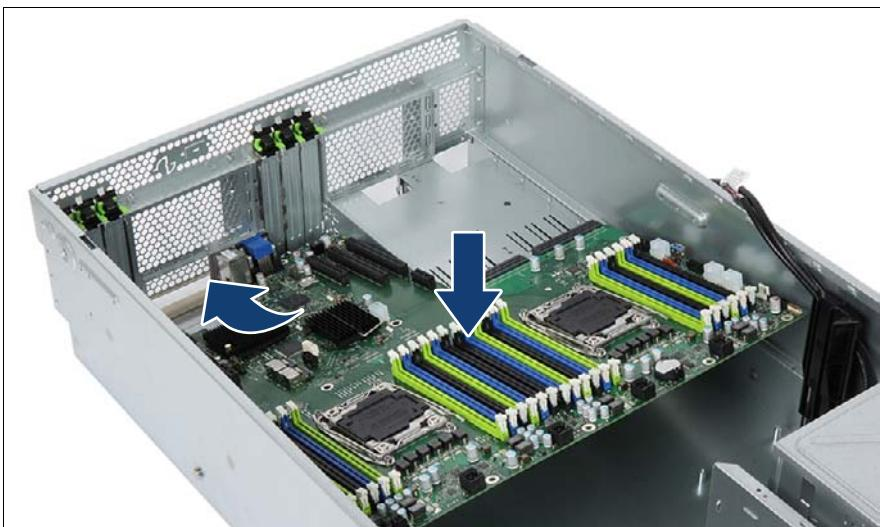

図 363: システムボードの取り外し
- ▶ システムボードをわずかに傾けて持ちながら挿入します。コネクタをコネクタパネルにスライドさせます (489 ページ の図 363 を参照)。